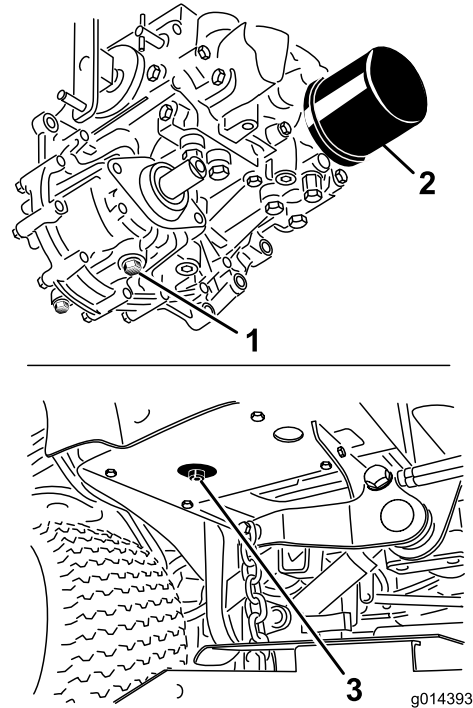

Figura 41
3. Coloque un recipiente grande debajo del depósito de fluido hidráulico y el alojamiento de la transmisión y retire los tapones para vaciar todo el fluido hidráulico (Figura 41).
4. Limpie la zona alrededor del filtro de fluido hidráulico y retire el filtro (Figura 41).